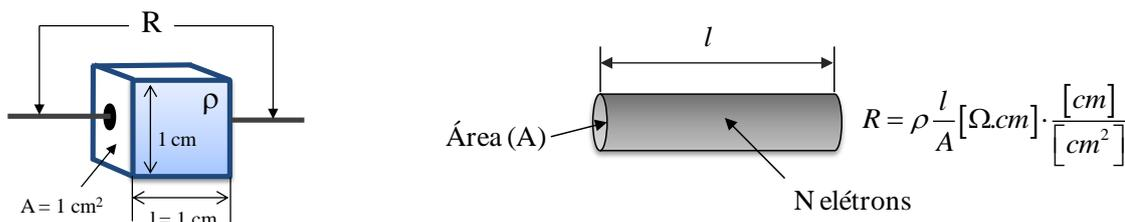

Figura 1.10 – Representação gráfica da resistividade e condutividade (BOYLESTAD e NASHELSKY, 2004).
a) **Condutor:** material que sustenta um fluxo de carga, quando uma fonte de f.e.m. de amplitude limitada é aplicada a seus terminais. Apresentam um e^- livre na última camada (**camada de valência**²). A resistividade nesse tipo de material é muito baixa – veja o conceito gráfico de resistividade elétrica na Figura 1.10 (BOYLESTAD e NASHELSKY, 2004).